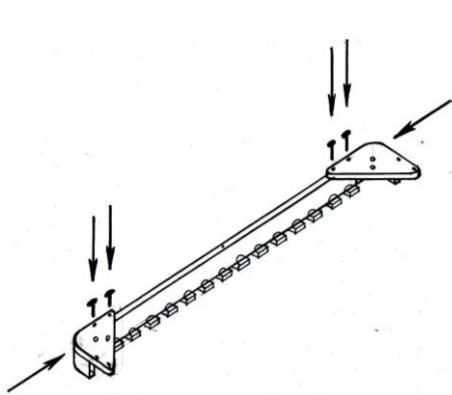

Рисунок 1
1. С помощью 4 саморезов присоедините к одному из продольных брусков с латодержателями два угловых соединения, предварительно вставив до упора в гнезда угловых узлов концы бокового продольного бруска (рисунок 1).